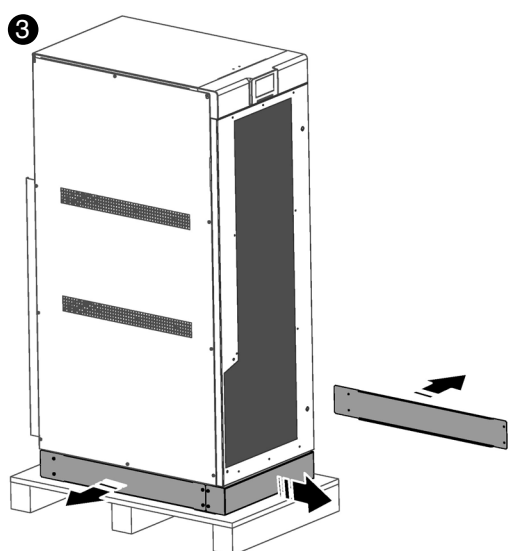

Fig. 30. Desmontaje de los zócalos de la base.
- ❸ Desmontar los zócalos de la base para dejar al descubierto las 4 patas con el fin de liberar el equipo del palet (Fig. 30).